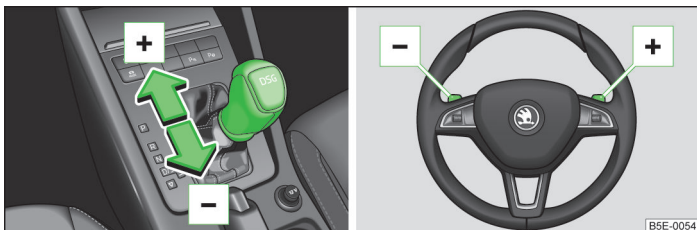

Fig. 121 Maneta selectorului de viteze și volanul multifuncțional
▶ Împingeți ușor maneta selectorului de viteze spre în față  » fig. 121.
▶ Trageți comutatorul basculant din dreapta  » fig. 121 spre volanul multifuncțional.
▶ Împingeți ușor maneta selectorului de viteze spre înapoi  » fig. 121.
▶ Trageți comutatorul basculant din stânga  » fig. 121 spre volanul multifuncțional.
▶ Când selectorul de viteze se află în poziția **D/S**, trageți comutatorul basculant din stânga  » fig. 121 sau din dreapta  înspre volanul multifuncțional..